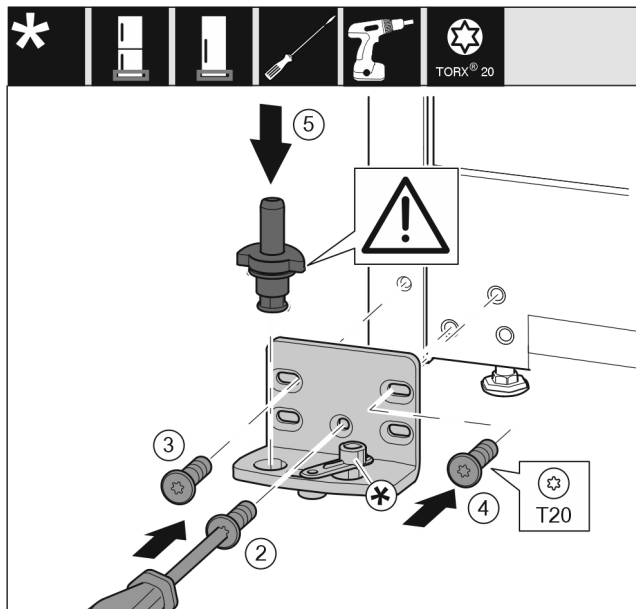

Fig. 16
- Εφαρμόστε το στηρίγμα στην άλλη πλευρά και βιδώστε το με τη βοήθεια ενός κατσαβιδιού. Αρχίστε με τη βίδα Fig. 16 (2) κάτω στο κέντρο.
- Σφίξτε τη βίδα Fig. 16 (3) και τη βίδα Fig. 16 (4).
- Τοποθετήστε ολόκληρο τον πείρο Fig. 16 (5). Βεβαιωθείτε ότι το έκκεντρο ασφάλισης είναι στραμμένο προς τα πίσω.